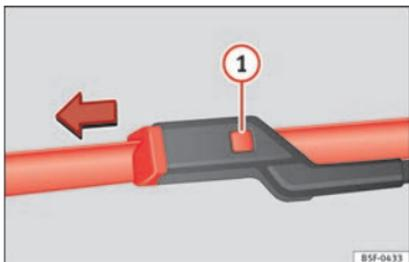

Abb. 79 Scheibenwischerblätter der Frontscheibe auswechseln.
- Entriegelungstaste » Abb. 79 ① gedrückt halten und gleichzeitig das Scheibenwischerblatt in Pfeilrichtung abziehen.